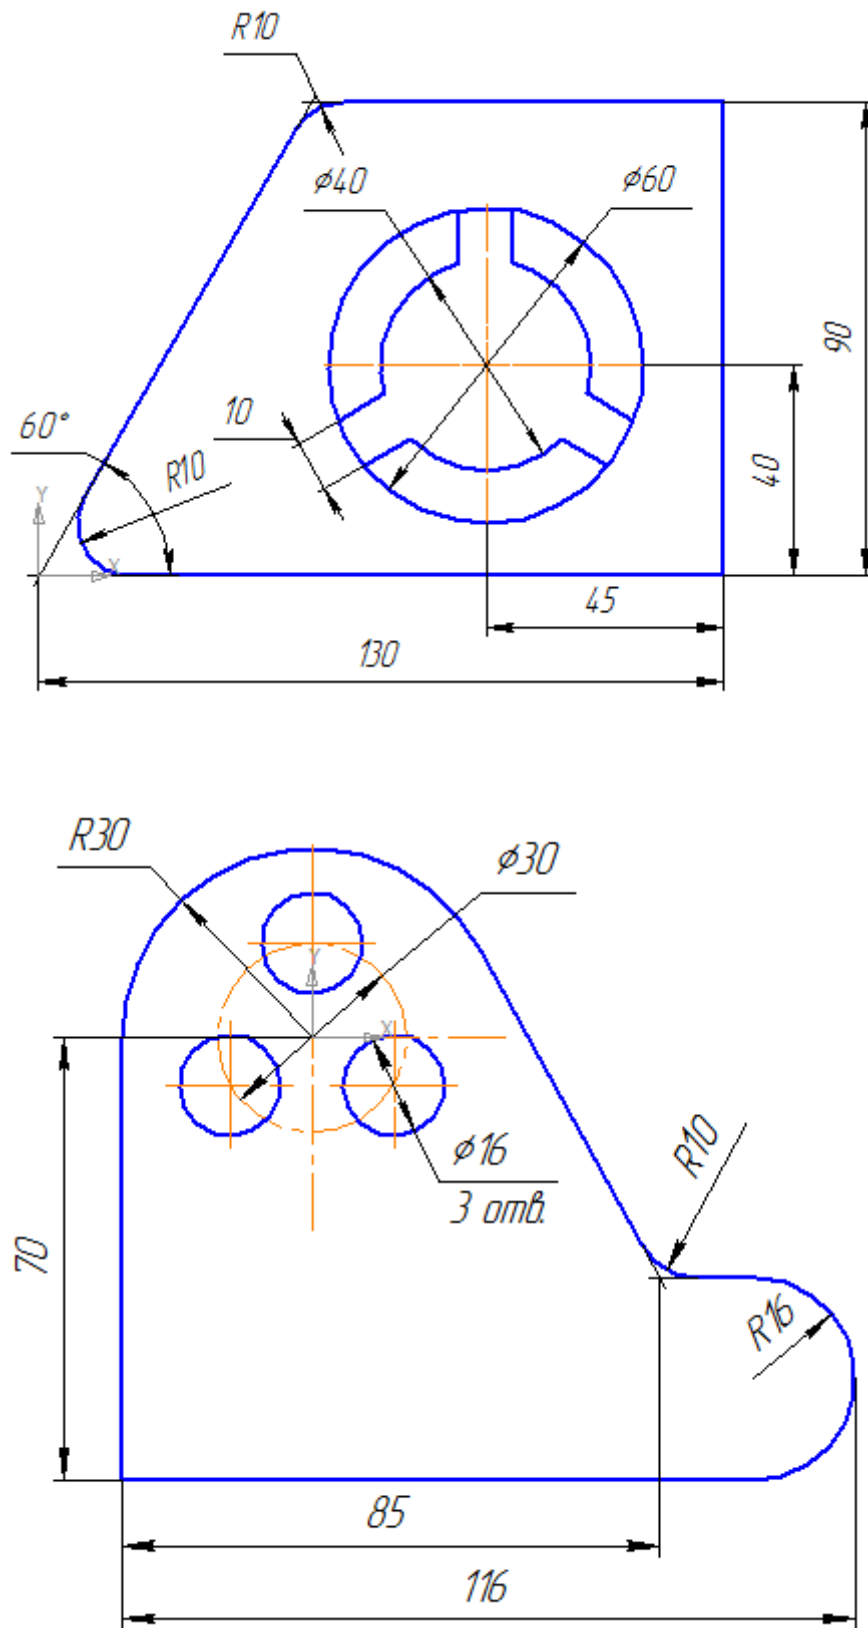

Рис. 14. Чертеж плоской детали с элементами сопряжения
1. Постройте чертеж плоской детали (рис. 14).